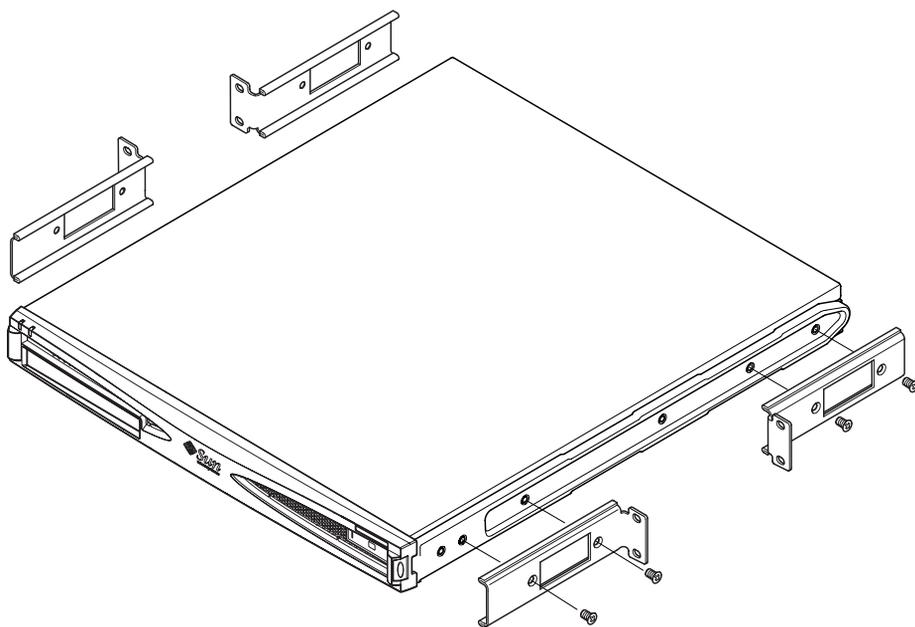

FIGURE 5-11 Installation des supports de montage fixes
2. Retirez la première, la troisième et la quatrième vis des supports guidés en plastique situés sur les côtés du serveur (voir la FIGURE 5-11).
Utilisez les vis cruciformes fournies. Voir la FIGURE 5-11. Pour le moment, ne fixez *pas* les supports arrière.